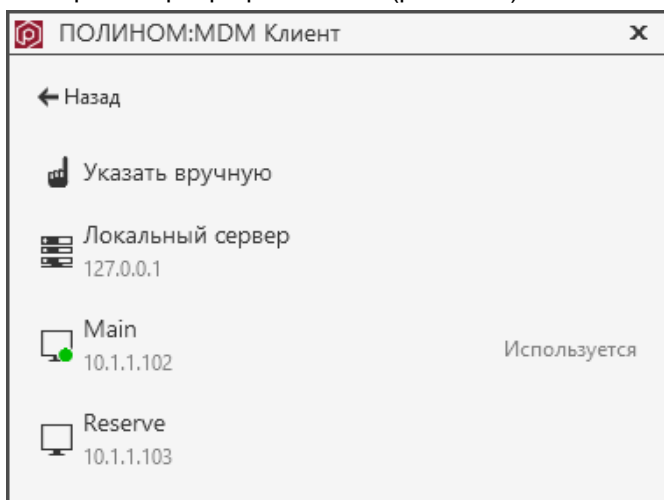

Рис. 4.67
3. Выберите сервер приложений (рис. 4.67).